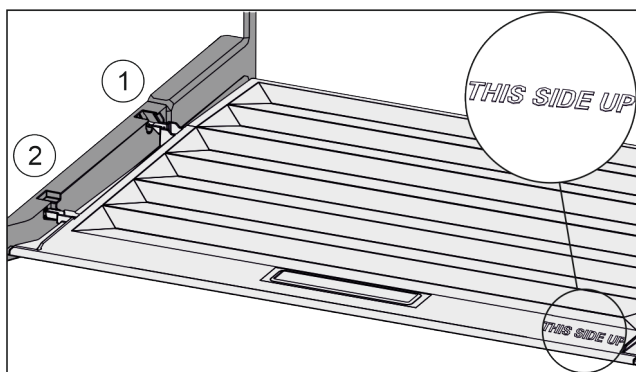

Fig. 49
- ▶ Inserire le nervature del coperchio attraverso l'apertura del supporto posteriore Fig. 49 (1) e innestare anteriormente nel supporto Fig. 49 (2).